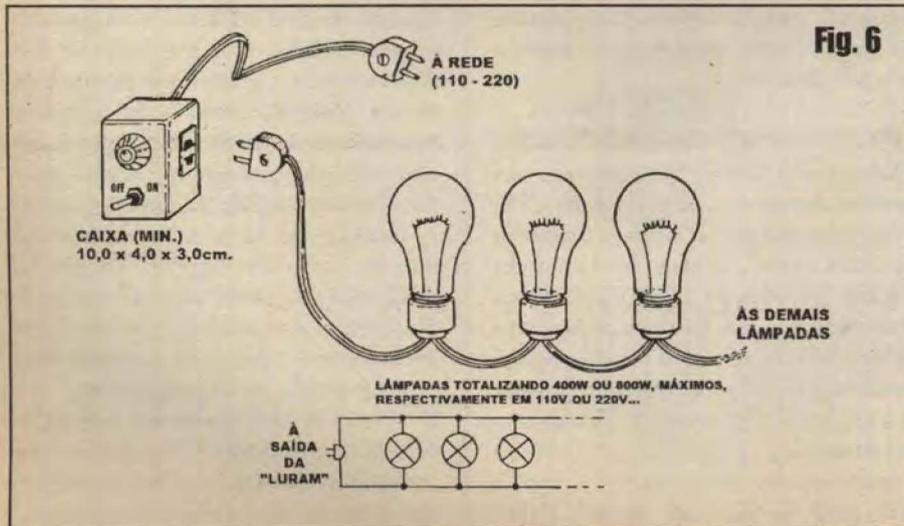

Fig. 6
- FIG. 6 - CAIXA E INSTALAÇÃO FINAL... - Por motivos de segurança, convém que o *container* escolhido para abrigar o circuito seja de material isolante (plástico) e robusto... Ao fixar a placa e seus implementos no interior da caixa, tomar o máximo de cuidado para que nenhuma parte metálica entre em contato indevido com outras partes condutoras, incluindo o eventual dissipador de alumínio acoplado ao tiristor... Enfatizar as providências que garantam plena isolamento entre partes e entre o circuito e o operador, para prevenir acidentes perigosos... O *jeitão* da caixa, mostrando externamente apenas o eixo do potenciômetro (dotado do respectivo *knob* plástico...), o interruptor, a tomada de saída para as lâmpadas e o *rabicho* para *entrada* de C.A., pode aproximar-se da nossa sugestão, ou mesmo seguir o gosto estético do montador, já que nada é crítico nesse aspecto... Na mesma figura temos o diagrama de ligação das lâmpadas a serem controladas pela LURAM... C'ber-var que, sejam quantas forem as lâmpa-las, deverão estar eletricamente dispos-tas em paralelo, e de modo que a soma das suas *wattagens* não ultrapasse os recomendados 400W em 110V, ou 800W em 220V